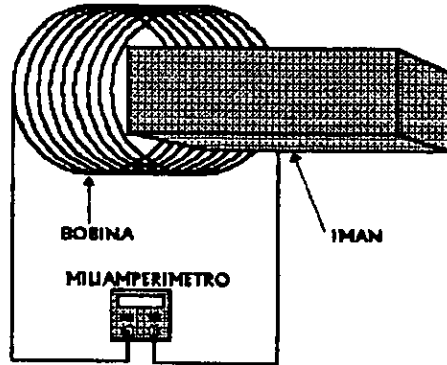

FIGURA 4
1. Arme el circuito de la figura 4 utilizando una bobina de 600 espiras.